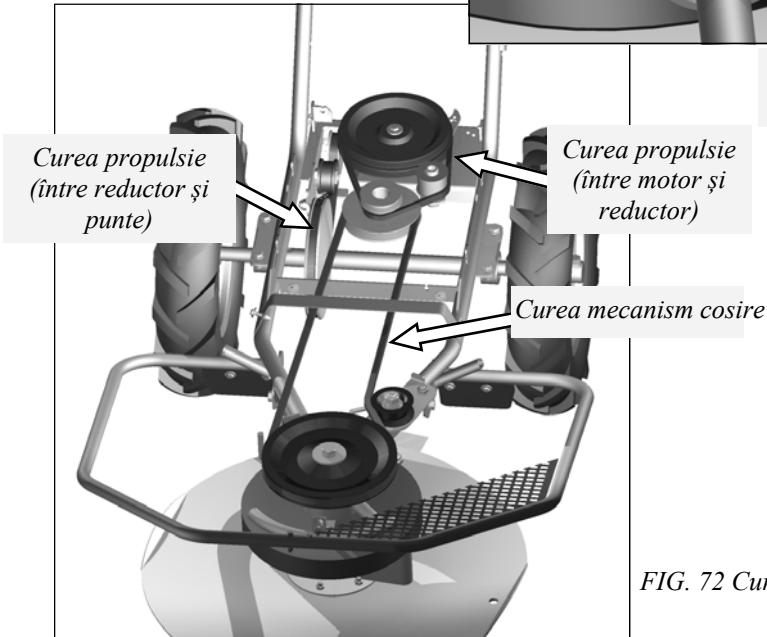

FIG. 72 Curelele de transmisie
Această curea (Fig. 72) nu necesită nicio reglare, trebuie doar verificarea stării acesteia. Întinderea curelei este asigurată de un arc.
2. Extrageți cureaua de antrenare a mecanismului de cosire-tocare (fig. 72).